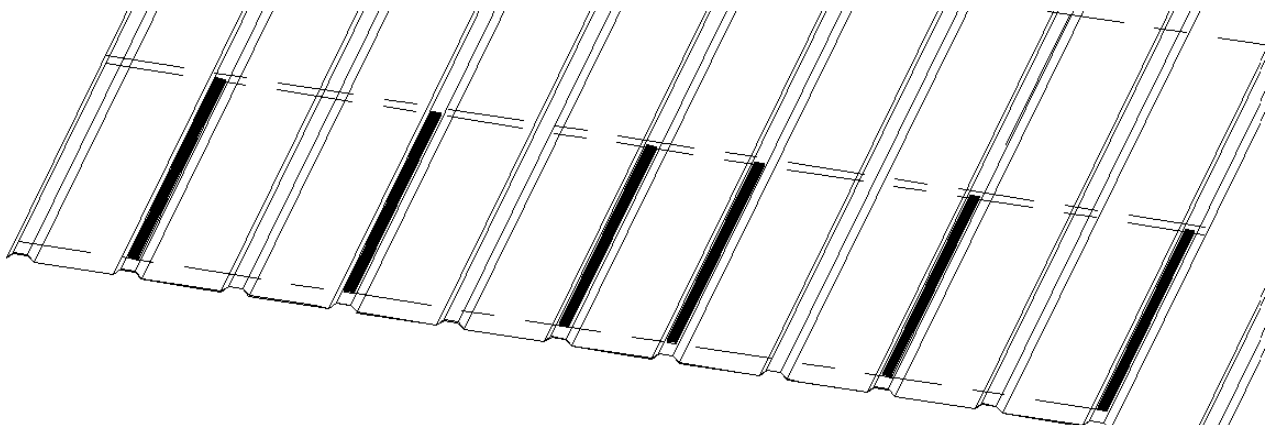

Figura 7
- ① Antes de instalação do produto, todos os materiais e adesivos a serem processados devem ser armazenados por pelo menos 24 horas em condições iguais (como 5°C - 40°C) e protegidos da luz solar, da água da chuva e de outros fatores climáticos.
- ② Limpe o substrato do telhado. A superfície do telhado deve estar limpa, seca e livre de óleo, poeira e outros resíduos de poluição. Cada etapa do processo de construção deve evitar a poluição secundária da superfície do material limpo. Se houver poluição, a superfície deverá ser limpa novamente.
- ③ A construção no local deve atender aos requisitos do adesivo estrutural selecionado para o ambiente de construção, a tecnologia de construção e outros requisitos de construção.
- ④ A posição do adesivo deve ser determinada pela linha de giz, e o adesivo estrutural deve ser aplicado de acordo com as regras de colagem no local em que o produto precisa ser instalado. (conforme mostra a Figura 7)